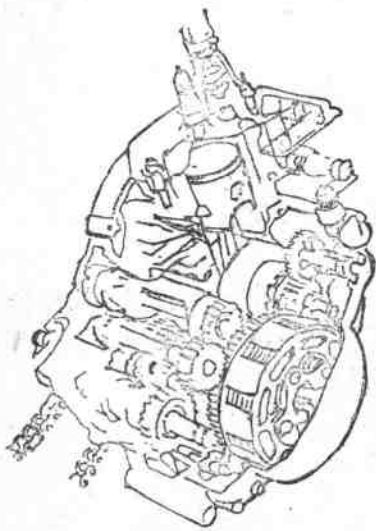

图2 本田 MT×200R
② 单缸风冷式两冲程发动机是最简单的机型，但本机采用水冷方式实现高功率，将高级机械技术引进吸排气系统，防止中低速时扭矩减弱。根据用户的不同爱好，有的機種也采用向气缸盖输送冷风的强制风冷方式(图2)。